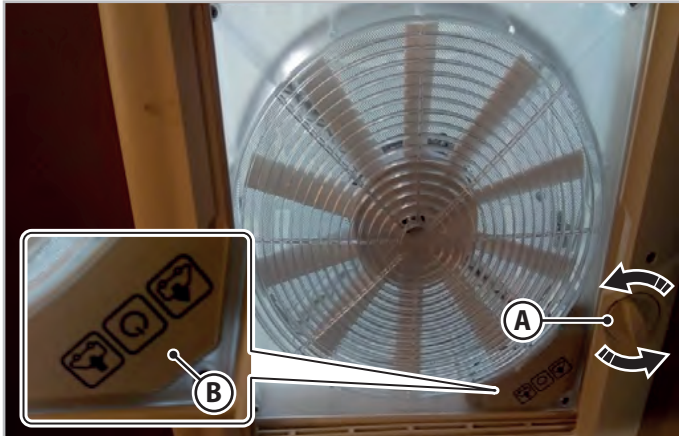

Fig. 6.9 - Takluke med håndratt som kan åpnes
Ved å dreie åpningshåndhjulet (**A** - Fig. 6.9) i begge rotationsretninger, heves takvinduet (for åpning) eller senkes (for lukking). Takvinduet åpning kan justeres til en hvilken som helst mellomposisjon.
For å bruke ventilasjons- og sugefunksjonen åpner du takluken med håndhjulet (**A** - Fig. 6.9) og velger ventilasjonsfunksjonen med luftinntak (IN) eller sug (OUT) ved hjelp av tastaturet (**B** - Fig. 6.9).